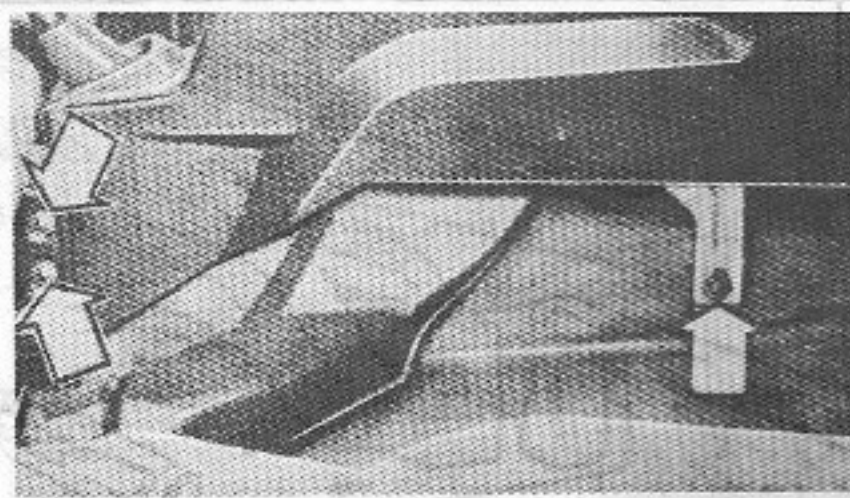

Рис. 5
• Выполните те же операции с правой стороны консоли (рис. 5).